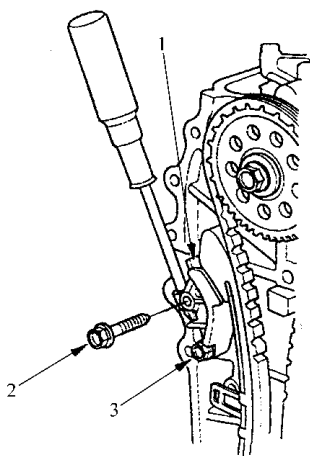

图 2-75 撬开正时链张紧器滑块上的孔
13) 给正时链收紧装置滑块表面涂上发动机机油。如图 2-75 所示，用旋具撬开正时链张紧器滑块上的孔，然后拆除螺栓。